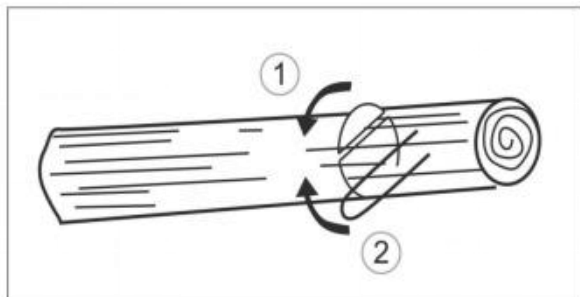

Fig. 22
15. Om stammen stöds i båda ändar, såga först från den översta tredjedelen av stammens diameter för att undvika att den spricker. Avsluta sedan såget underifrån så att det sammanfaller med det första såget och undvik att det fastnar (bild 22).